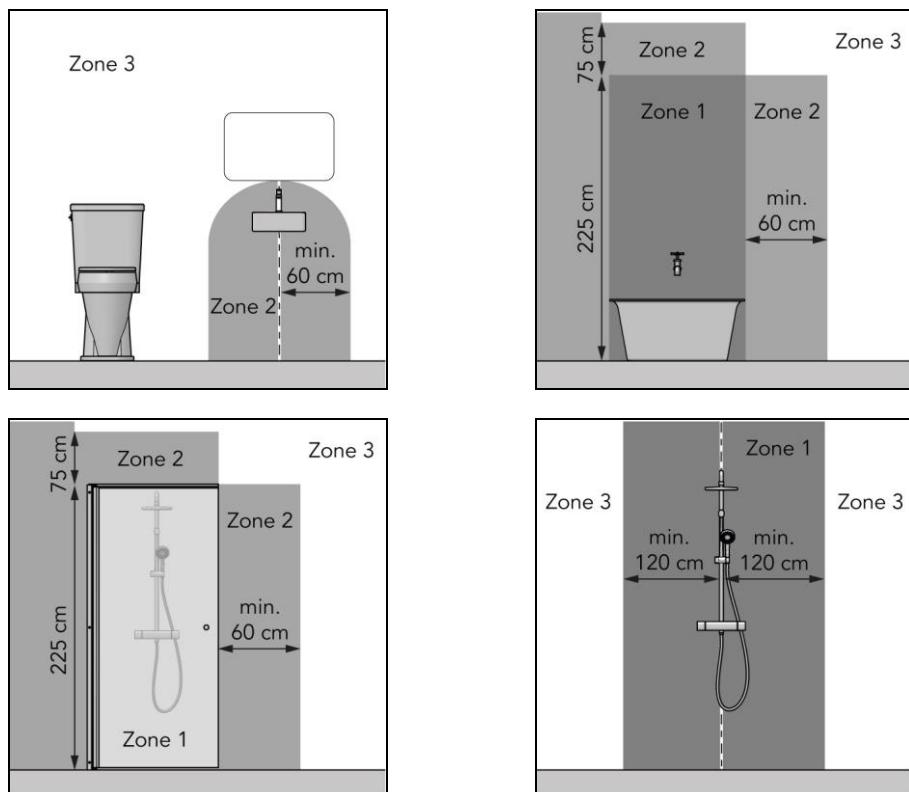

Figura 1
- în zona 3 a unui grup sanitar sau a unei băi cu cadă, unui duș cu paravan sau fără paravan (Figura 1);
Alutherm Sani Verre este un încălzitor electric pentru baie, ușor de utilizat, destinat utilizării numai în zona 3 a băii (Figura 1). Dispozitivul este dotat cu un temporizator cu programare zilnică sau săptămânală. Alutherm Sani Verre Wi-Fi poate fi utilizat împreună cu aplicația Eurom Smart. Acest dispozitiv este destinat exclusiv pentru încălzirea spațiilor de locuit domestice și nu poate fi utilizat în alte scopuri. Dispozitivul este destinat exclusiv montării pe perete.